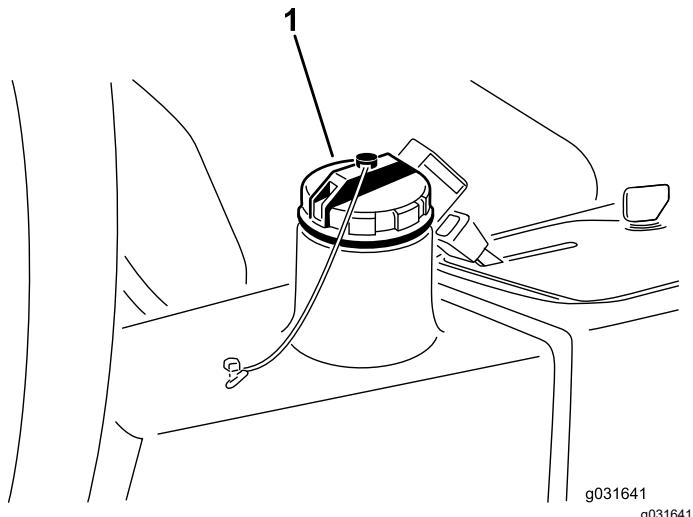

Рисунок 64
4. Залейте в гидравлический бак (Рисунок 64) приблизительно 13,2 литра гидравлической жидкости; см. Проверка гидравлической системы (страница 61).